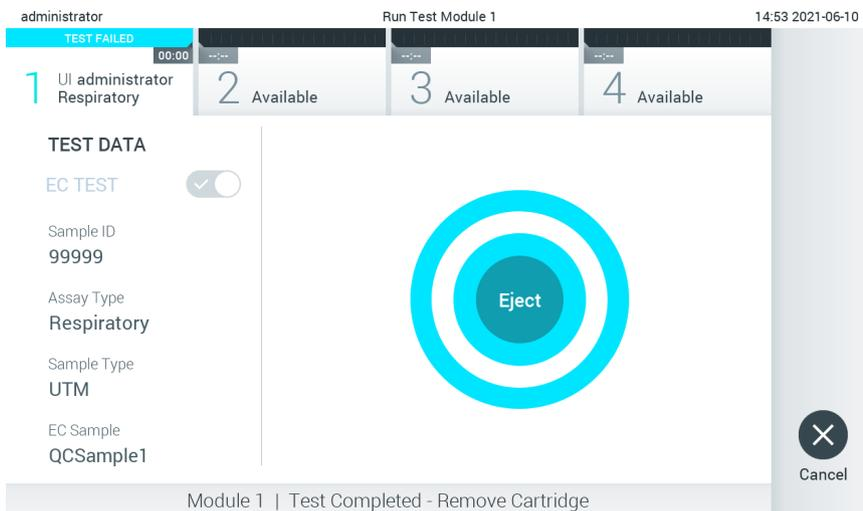

Figura 96. Schermata Eject (Espelli).
11. Al termine del test, verrà visualizzata la schermata Eject (Espelli) (Figura 96). Premere  Eject (Espelli) sul touchscreen per rimuovere la cartuccia d'esame QIAstat-Dx e smaltirla come rifiuto a rischio biologico in conformità alle normative e alle leggi nazionali, regionali e locali in materia di salute e sicurezza.